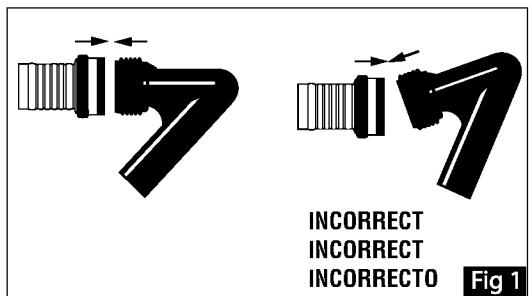

Fig 1
IMPORTANT INSTRUCTIONS: When attaching the garden hose to the hose reel out-tube, be sure to attach correctly (Fig. 1). Cross-threading could cause permanent damage.
INSTRUCTIONS IMPORTANTES: Lorsque vous branchez le tuyau du jardin sur le tube de sortie du dévidoir, assurez-vous de le brancher correctement (Fig. 1). Veillez à ne pas fausser le filetage car vous risqueriez d'endommager irrémédiablement l'embout.
INSTRUCCIONES IMPORTANTES: Al acoplar la manguera de jardín al tubo de salida del carrete para manguera, asegúrese de hacerlo correctamente (Fig. 1). Una conexión incorrecta podría causar daño permanente.
- 1) When attaching the garden hose to the hose reel out-tube be sure to attach correctly (Fig. 1). Cross-threading could cause permanent damage.
- 1) Lorsque vous raccordez le tuyau du jardin au tube de sortie, assurez-vous qu'il est raccordé correctement (Fig. 1). En effet, le fait d'insérer le raccord dans le mauvais sens risque d'endommager irrémédiablement le filetage.
- 1) Cuando conecte la manguera de jardín al tubo de salida asegúrese de conectarla correctamente (Fig.1). El conectar mal la rosca puede causarle un daño permanente.